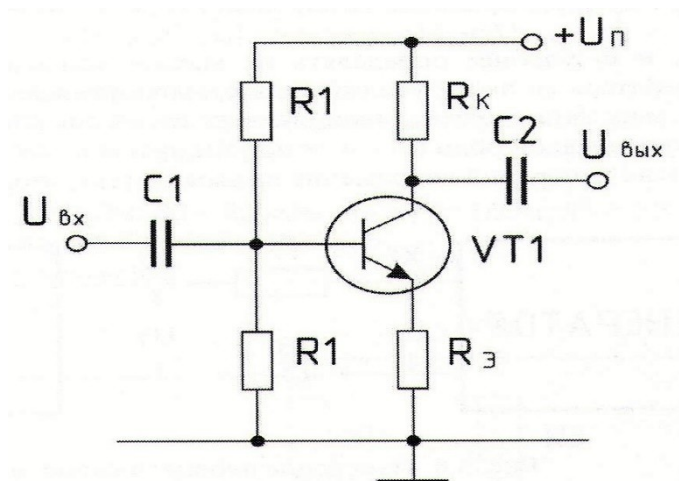

Рисунок 5.5 Каскад усиления переменного тока с ООС в цепи эмиттера
Схема усилительного каскада с ОЭ и с ООС по переменному току приведена на рис. 5.5. Расчет режима по постоянному току этой схемы аналогичен расчету для схемы с шунтирующим конденсатором в цепи эмиттера. В схеме рис. 5.5 нет шунтирующего резистор $R_э$ конденсатора. Следовательно, на резисторе $R_э$ появится переменное напряжение. Это напряжение пропорционально току эмиттера, а значит и току коллектора
Отсюда коэффициент усиления напряжения схемы с ООС по току (рис. 5.5) равен из (5.30)
Входное сопротивление схемы рис. 5.5 для переменного сигнала определяется параллельным соединением резисторов делителя $R1$ и $R2$ и входного сопротивления транзистора со стороны базы r_B .
1.1 Зарисуйте схемы усилителя с ООС по переменному току (см. рис. 5.5) и усилителя с шунтирующим конденсатором в цепи эмиттера (см. рис. 5.1).